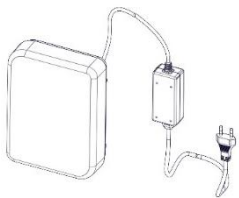

Figura 3
4. Feche a tampa (veja a Figura 3).